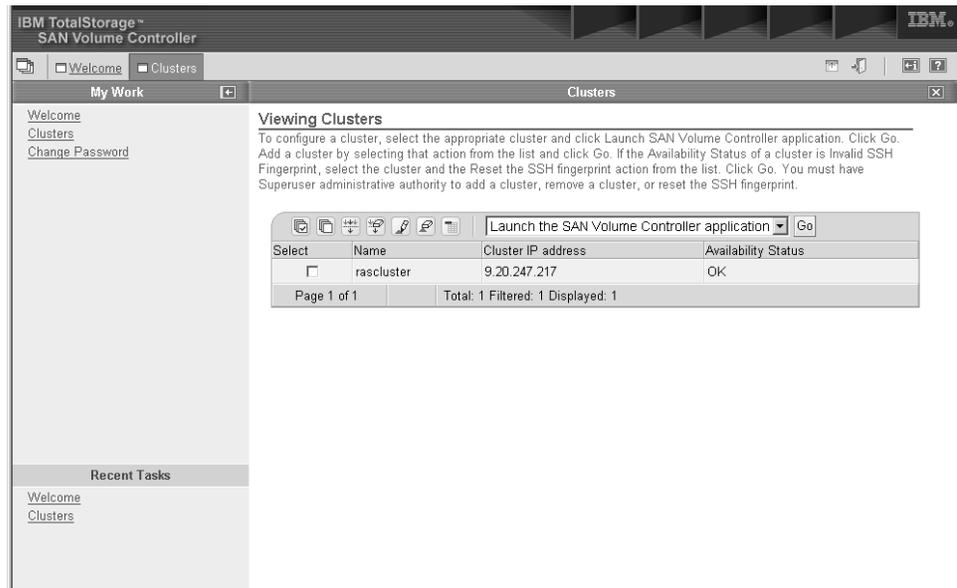

図 21. 「SAN ボリューム・コントローラー・クラスターの表示」パネル
3. 左ナビゲーション・メニューから「クラスター」を選択して、必要な構成およびサービス・ツールにアクセスし、図 21 に表示された画面を調べます。